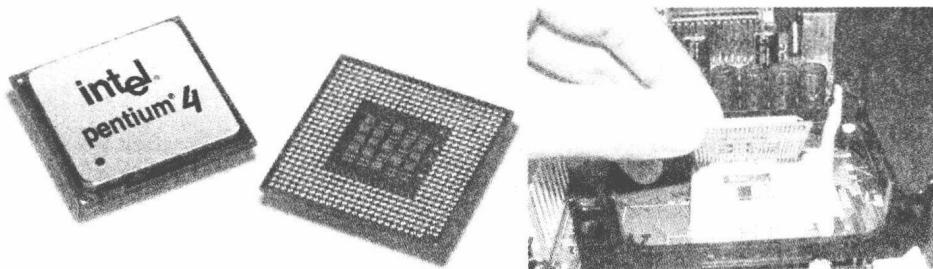

图 1-6 Pentium4 CPU 外形及安装
(1) 计算机电源的安装。一般情况，购买的机箱已经安装了电源，无需安装电源，如果机箱没配电源则需要安装。具体的方法是：将电源的背部对外，放置到机箱安装电源的位置，对准螺丝孔，用电源配给的 4 个螺丝，将电源固定在机箱上。
(2) CPU 的安装。以 Pentium4 CPU 为例说明 CPU 的安装过程，该 CPU 采用的是 Socket478 插座，Socket478 是 CPU 引脚的标准，共 478 个引脚。首先将主板 CPU 插座的拉杆向外轻推，然后抬起；将 CPU 顶部的标记(一个圆点)对准插座的三角型标记，插入 CPU；然后将拉杆推下，CPU 锁紧安装完成，图 1-6 示 Pentium4 CPU 外形及安装。